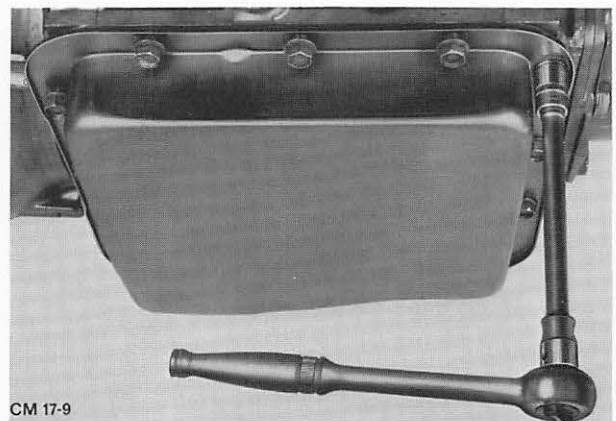

Abb. 44 Ölwanne abschrauben
2. Damit Ölschlamm und Abriebteile nicht in das Getriebeinnere gelangen, die noch mit Öl gefüllte Ölwanne in Einbaulage nach unten abbauen (13 Schrauben). Abb. 44.